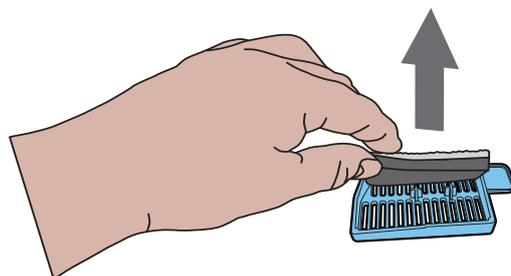

Fig. 18
7. Vuelva a poner el filtro asegurándose de que el filtro negro del recorrido esté en contacto con el soporte de plástico. (Consulte la fig. 18)